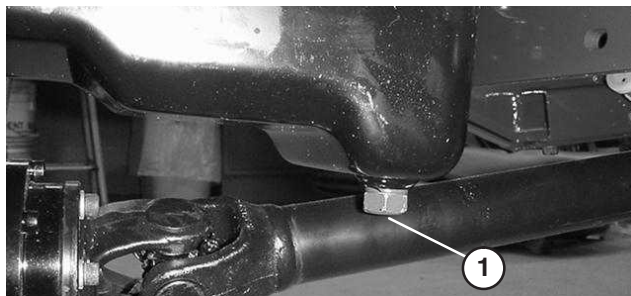

Bild 46
2. Öffnen Sie die Haube. Stellen Sie die Auffangwanne unter die Ölwanne und richten Sie sie auf die Ablassschraube aus (Bild 46).